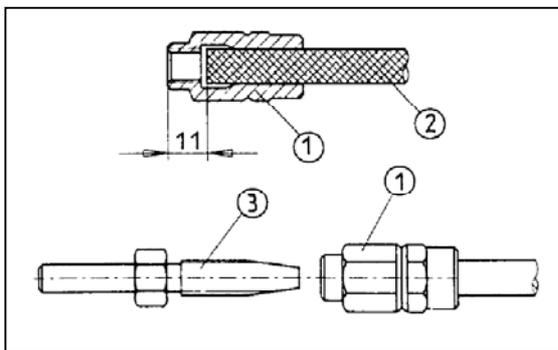

Рис.29 Предмонтажная подготовка
- * Обойма 1 (Рис.29) наворачивается (левое вращение) на шланг 2 до показанного размера (11 мм). После чего наконечник 3 ввернуть в обойму.